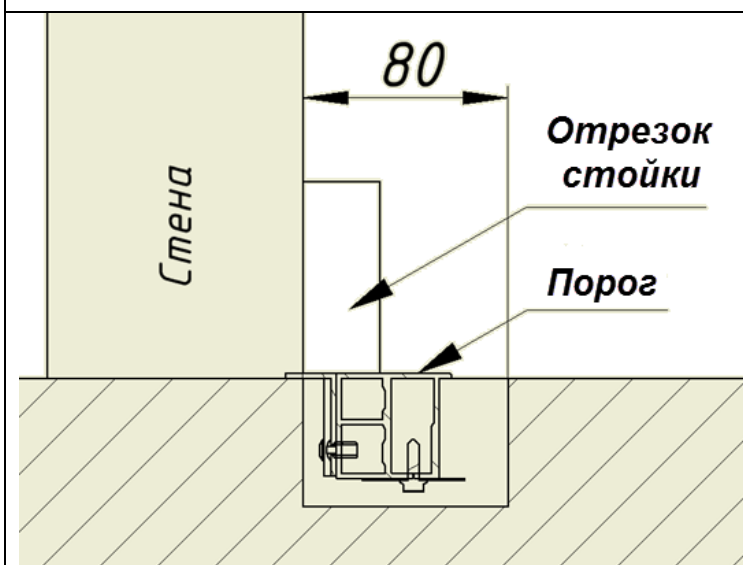

Рисунок 15
- Прикрепить порог с рамой к стене через отрезок стойки (рамы) рис. 15 (крепёж не затягивать).